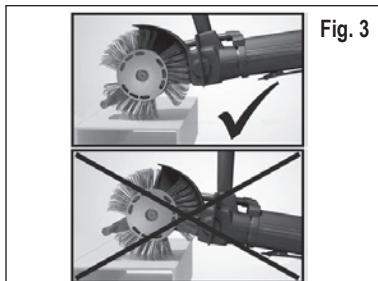

Fig. 3
5. På **MBX®** Bristle Blaster® bånd på 11 mm skal det bare brukes **MBX®** akseleratorer på 24 mm. På **MBX®** Bristle Blaster® bånd på 23 mm skal det bare brukes **MBX®** akseleratorer på 40 mm. På **MBX®** Bristle Blaster® edelstål-bånd på 11 mm skal det bare brukes **MBX®** akseleratorer i "edelstål" på 24 mm. På **MBX®** Bristle Blaster® edelstål-bånd på 23 mm skal det bare brukes **MBX®** akseleratorer i "edelstål" på 40 mm. Før sikkerhetsanslaget forover og trykk startspaken. Når den slippes, vil startspaken gå tilbake i utgangsposisjon. Hold verktøyet fast i huset og i det loddrette håndtaket. Best resultat oppnås når akslerasjonsstaven føres nær den overflaten som skal bearbeides. Hvis avstanden mellom akslerasjonsstaven og overflaten blir for stor, vil effekten avta merkbart. Se fig. 3. På DVD-en som følger med finner du en grundig beskrivelse av hvordan **MBX®** Bristle Blaster® fungerer. Du kan også gå inn på www.monti.de.